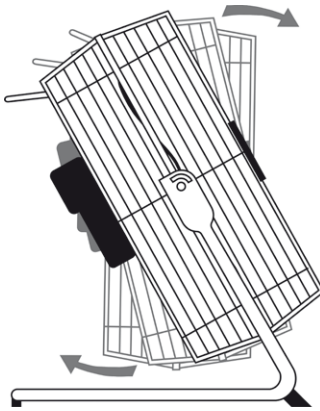

Fig. 2
- Los aparatos de la serie TURBO disponen de cabezal regulable, gracias al que usted puede inclinar el cabezal hacia arriba o hacia abajo, según sus necesidades (Fig. 2).
- The devices in the TURBO series have an adjustable head, which you can bend upwards or downwards in line with your needs (Fig. 2).